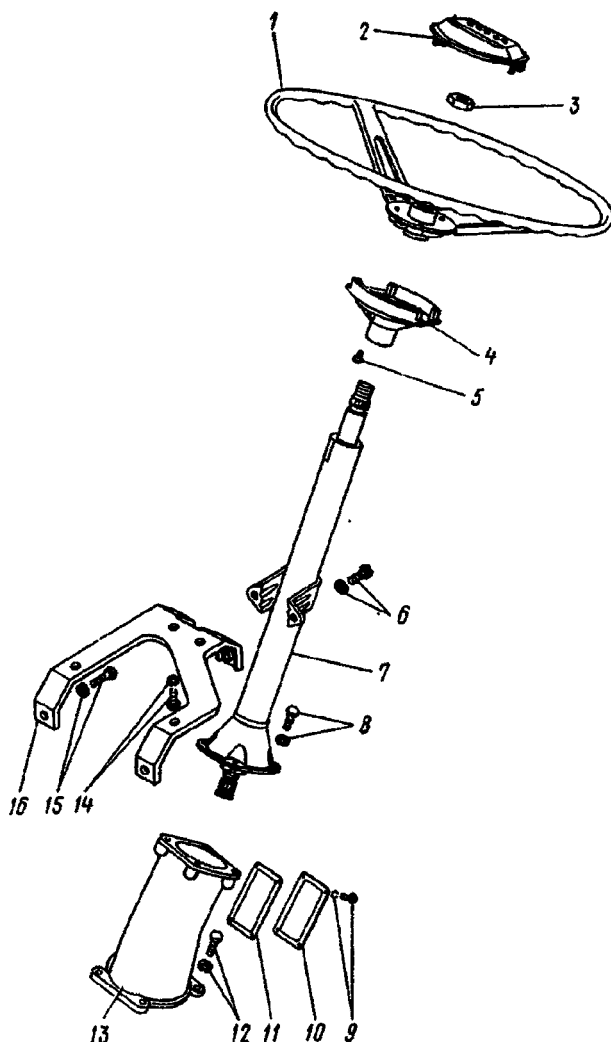

Рис. 60. Установка рулевой колонки:
1. Выверните винты крышки 10 (рис. 60) фланца 13 крепления рулевой колонки и снимите крышку	Отвертка
3. Снимите декоративную крышку 2 рулевого колеса 1 (см. рис. 60)	Отвертка